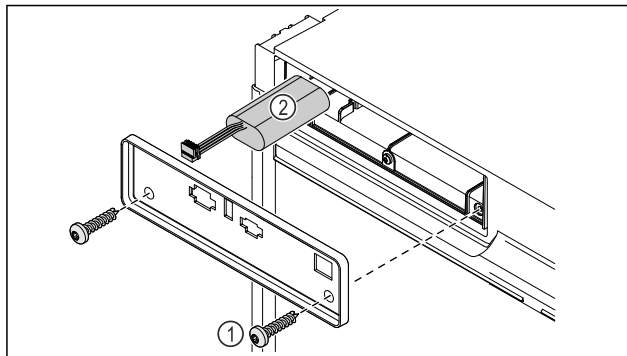

Fig. 228
- Desenroscar los tornillos y retirar la cubierta de la parte posterior del aparato Fig. 228 (1).
- Desconectar la batería y extraerla Fig. 228 (2).